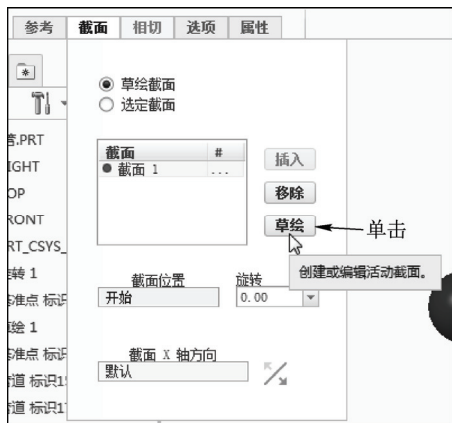

图 6-76 单击“草绘”按钮
STEP 04 单击“截面”按钮，打开“截面”下滑面板，单击“草绘”按钮，如图 6-76 所示，进入草绘环境。